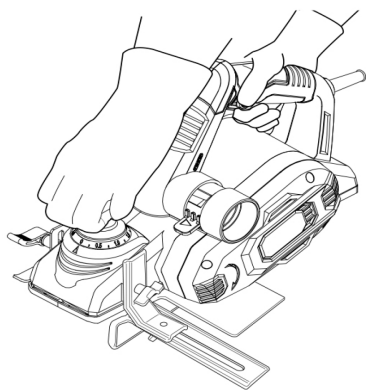

Рис. 8
4. Установите переднюю регулируемую подошву на заготовку, не касаясь ножами её поверхности. После выхода двигателя на максимальную скорость плавно перемещайте рубанок вперёд. В начале прохода слегка прижимайте переднюю подошву, затем равномерно переносите усилие на заднюю подошву. Не допускайте наклона рубанка в начале и конце прохода (Рис. 8).